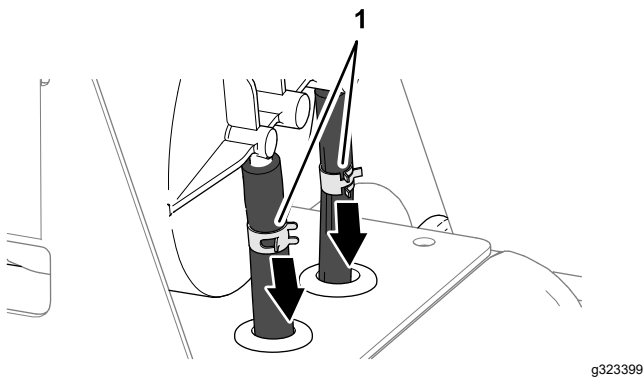

Bild 81
3. Lösen Sie die beiden Schlauchklemmen, mit denen die Schläuche an den Anschlüssen des Aktivkohlefilters befestigt sind (Bild 81).